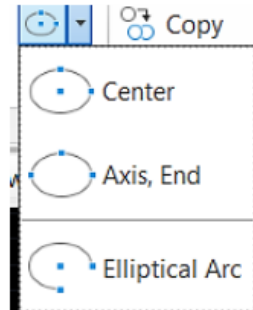

Figura 5.21. Ubicación de Elipse Axis, End.
Paso 1: Ejecute el comando Elipse: busque en la pestaña home una la figura que asimila a una elipse y seleccione Axis, End como se observa en la figura 5.21.